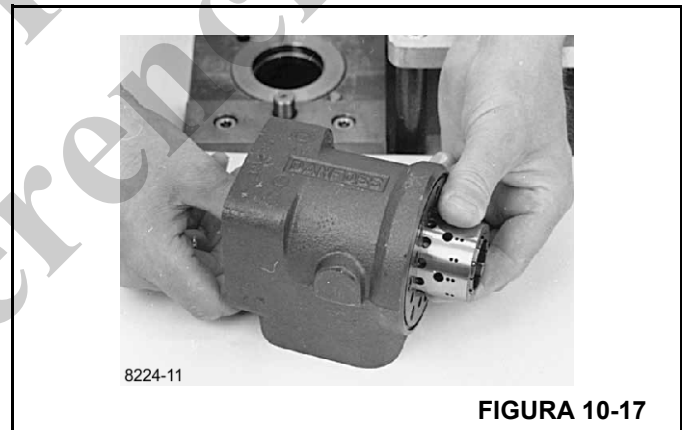

FIGURA 10-17
9. Procure mantener el pasador transversal en el manguito y el carrete horizontal. El pasador puede verse a través del extremo abierto del carrete. Presione el carrete hacia adentro y el manguito, el anillo, las pistas de cojinete y los cojinetes de agujas saldrán juntos de la caja (Figura 10-17).